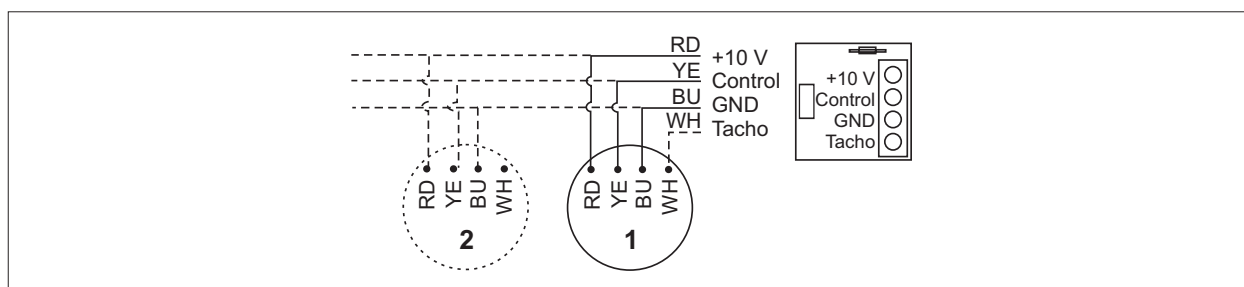

Рис. 7.8 Схема соединений бесступенчатого регулятора частоты вращения 0 - 10В
► Рис. 7.8 Схема соединений бесступенчатого регулятора частоты вращения 0 - 10 В См.